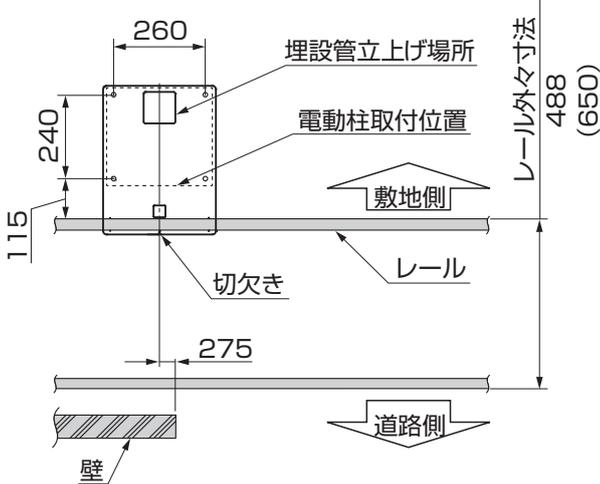
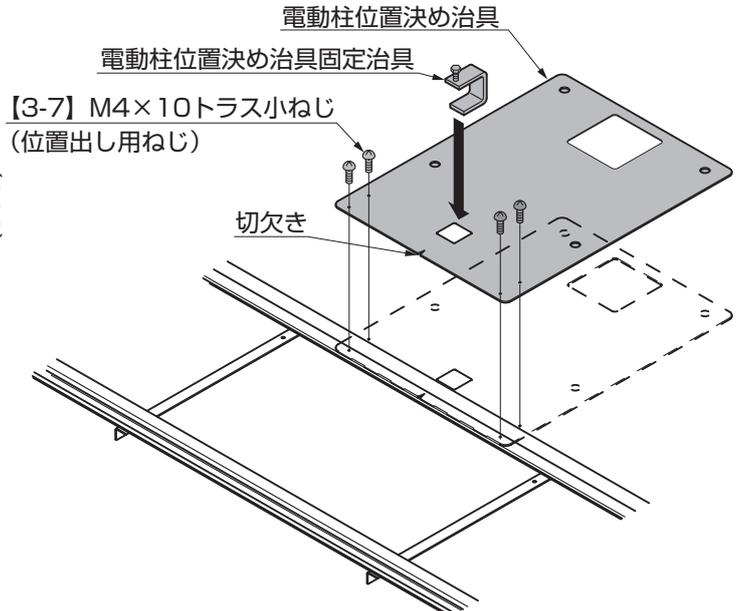
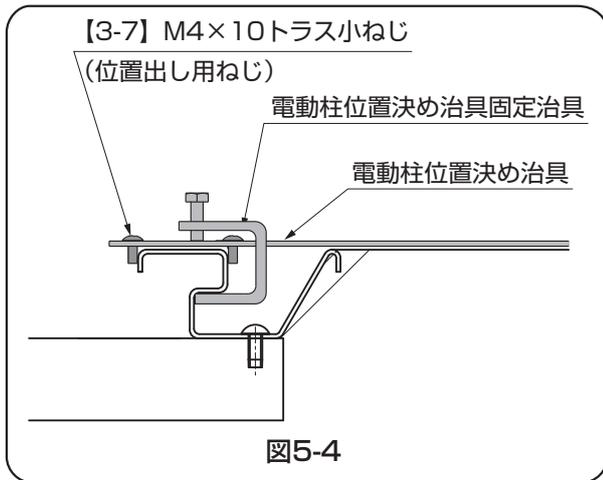
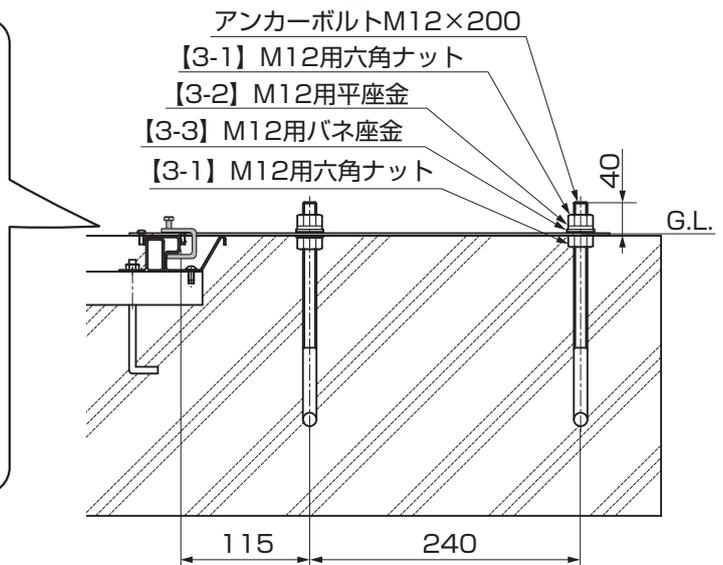

図5-1
図5-2
図5-4
図5-3
①電動柱位置決め治具の切欠きを寸法値に合わせて、位置出し用ねじ【3-7】でレールを挟み込むように設置してください。(図5-1、図5-2、図5-4参照)
②電動柱位置決め治具固定治具で電動柱位置決め治具を固定してください。(図5-2、図5-3、図5-4参照)
③アンカーボルトM12×200のボルト先端が電動柱位置決め治具から40mm出るように取付けてください。(図5-3参照)
④位置出し用ねじ【3-7】を取外してください。